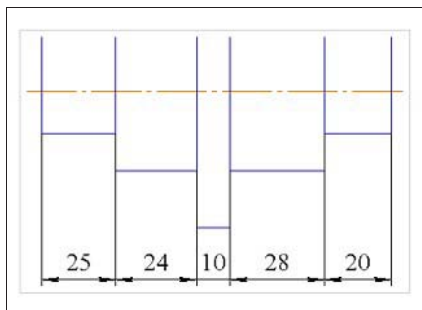

Рис. 12.20. Построение линейного цепного размера
- ◆ щелкните ЛК мыши по кнопке **Завершить** — линейный цепной размер построен (рис. 12.20).